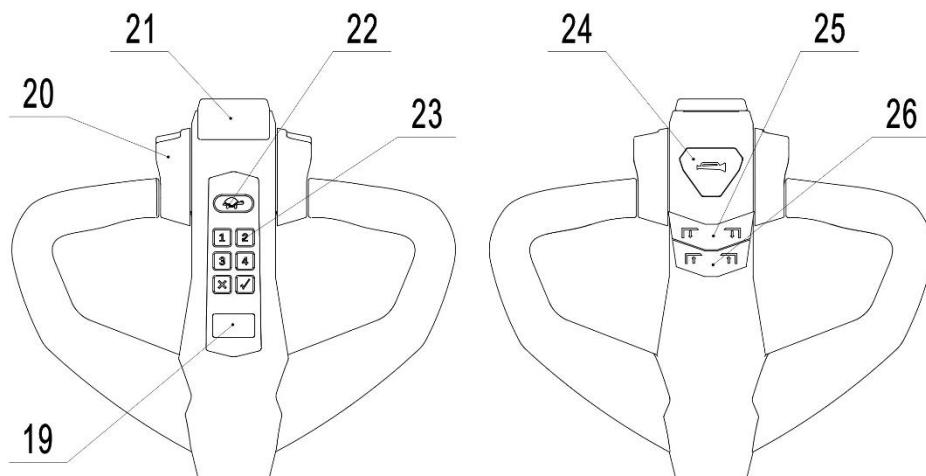
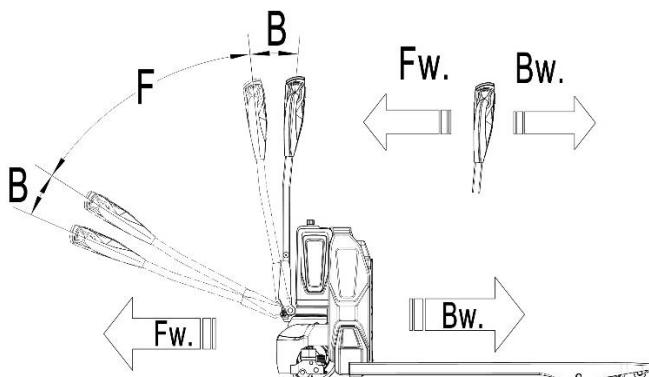

Рис.6: Рукоятка управления
Рис. 8: Направление движения
Запуск тележки можно провести двумя способами: вручную введя код доступа на ПИН-панели (рис. 6, поз. 23) и нажав кнопку «√», или с помощью карты доступа (ID карта) (PSE20N Pro).
Разместите тележку с полностью опущенными вилами под паллетом. Нажмите кнопку подъема (рис. 6, поз. 25), до тех пор, пока не будет достигнута требуемая высота подъема.
Опускание груза производится путем нажатия клавиши спуска (рис. 6, поз. 26). Полностью опустите вилы, убедитесь в отсутствии препятствий позади тележки и аккуратно откатите тележку из-под груза.
ПЕРЕВОЗИТЕ ГРУЗ ПО НАКЛОННОЙ ПОВЕРХНОСТИ, РАСПОЛОЖИВ ГРУЗ В СТОРОНУ ПОДЪЕМА (РИС. 8).
После запуска тележки вводом кода или картой доступа переведите рукоятку в рабочее положение («F», рис. 8)
Отклоните маховики управления в нужном направлении «вперед» («Fw», рис. 8) или «назад» («Bw», рис. 8). Контролируйте скорость передвижения с помощью лепестков маховика (рис. 6, поз. 20) для достижения требуемой скорости.
Нажмите на кнопку замедленного хода с пиктограммой «черепахи» (рис. 6, поз. 22) для перевода тележки в режим перемещения на малой скорости. Повторное нажатие на клавишу вернет тележку в стандартный режим. Нажмите и удерживайте клавишу в течение 2-х секунд для включения режима работы тележки с рукояткой, расположенной в вертикальном положении в условиях узкого пространства.
- Переключение лепестков управления (рис. 6, поз. 20) обратно в начальное положение или освобождение лепестков активирует систему торможения. Тележка тормозит до полной остановки.
- При переключении лепестков управления (рис. 6, поз. 20) из положения «движение в одном направлении» в положение «движение в противоположном направлении», тележка постепенно тормозит, пока не начнет движение в противоположном направлении.
Кнопка противоотката (рис. 6, поз. 21) защищает оператора от получения повреждений и травм. При нажатии этой кнопки тележка тормозит и/или начинает движение в противоположном направлении («Bw») на небольшое расстояние и останавливается. Необходимо помнить, что эта кнопка действует, даже если тележка не едет, но рукоять управления находится в рабочем положении.